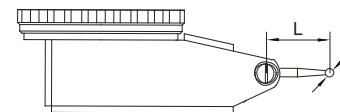

fig.6
3. Cada tipo de indicador de teste de dial tem um comprimento específico de pontas (L, fig. 6). Se o comprimento não estiver correto, ocorrerá um erro de medição. Consulte a tabela a seguir para escolher as pontas corretas.